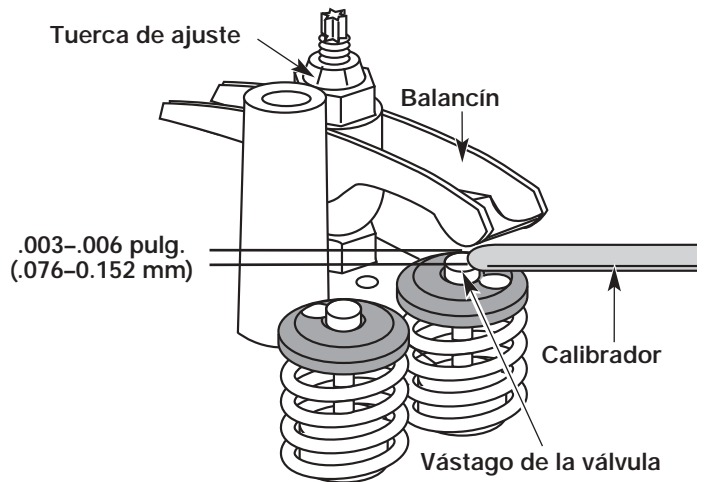

Figure 55
- a. Gire la tuerca de ajuste con una llave de 5/16 pulgadas (8 mm) o una guía de tuercas (Fig. 55).